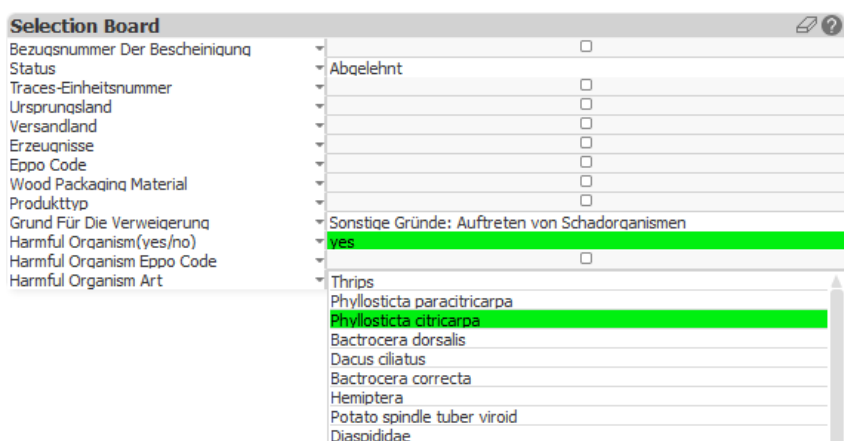

Abbildung 43: Dropdownliste zu den festgestellten Schadorganismen in der Anzeige *Selection Board*
1. Öffnen Sie im *Selection Board* die Dropdownliste bei Harmful Organism Art (Abbildung 43):